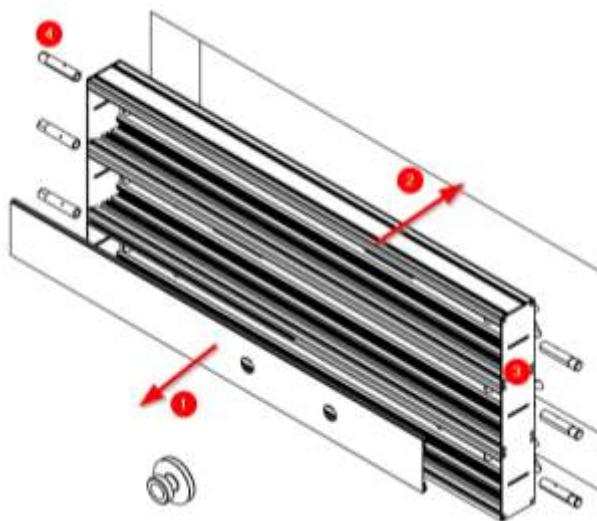

Abb. 7 Montage des Geräts in der Unterbringung
Nun kann das Gerät in die vorgesehene Halterung (2) eingesetzt und mit den für die Montagefläche geeigneten Schrauben (4) verankert werden (siehe Punkte 4.2.1 und 4.2.2 dieses Handbuchs). (Siehe Abb. 7).